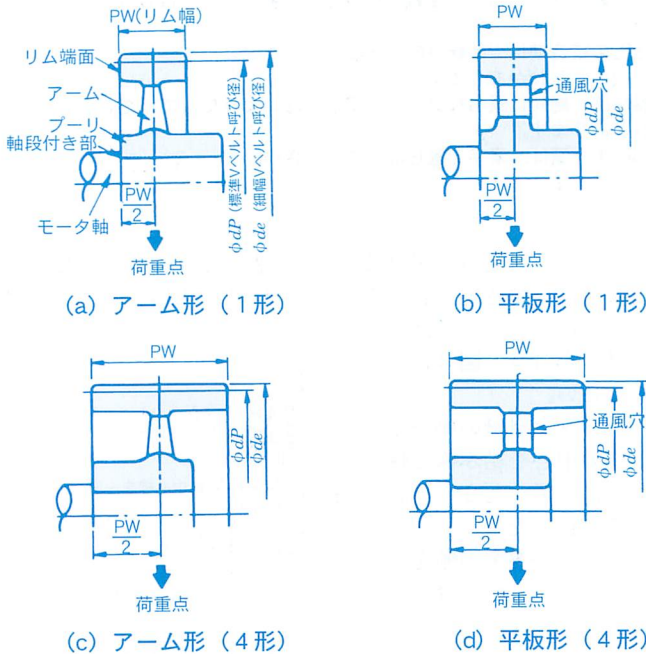

図4 モータ用Vプーリの取り付け
- (1) モータ用Vプーリーは、モータの通風冷却を妨げないようにするため、**図4**のようなアーム形を標準としています。従って、平板形を使用する場合は、**図**
- (2) モータにVプーリを取り付ける場合は、モータ軸段付き部及び軸受に加わる荷重を最小にするため、Vベルトの張力による軸の荷重点をできるだけモータ側にもってくる必要があります。従って、Vプーリのリム端面は、図4のように軸段付き部と同一面になるように取り付けてください。